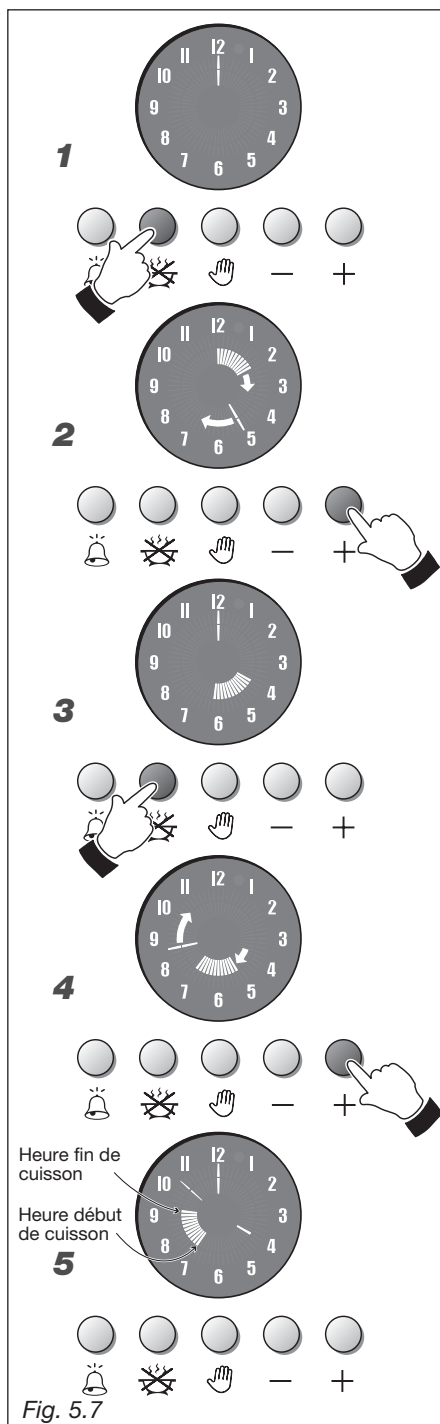

Fig. 5.7
CUISSON AUTOMATIQUE (fig. 5.7)
1. Fig. 5.7 - Programmer le temps de cuisson en appuyant la touche . Les aiguilles de l'horloge doivent s'éteindre et une aiguille doit s'allumer sur le 12.
2. Fig. 5.7 - Avant que 7 secondes ne s'écoulent, appuyer sur la touche . Une aiguille lumineuse (comme celle des minutes et des secondes) doit s'allumer. Chaque segment d'augmentation indique une minute. En outre toutes les 12 minutes, est allumé un segment interne (5 segments équivalent à une heure). En cas de dépassement de la durée voulue, appuyer sur la touche pour obtenir le réglage voulu.
3. Fig. 5.7 - Avant que 7 secondes ne s'écoulent, appuyer à nouveau sur la touche ; les segments internes allumés doivent ensuite se positionner sur l'heure actuelle.
4. Fig. 5.7 - Avant que 7 secondes ne s'écoulent, appuyer sur la touche jusqu'à ce que les segments allumés ne se déplacent sur l'heure à laquelle on souhaite qu'intervienne la cuisson. En cas de dépassement de l'heure voulue, appuyer sur la touche pour obtenir le réglage voulu.
5. Fig. 5.7 - Au bout de 7 secondes s'affichent à nouveau les aiguilles de l'horloge et les segments allumés indiquent la période de cuisson.